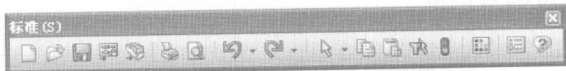

图 1-16 标准工具栏
**1. 工具栏示例** 图 1-16 所示为 SolidWorks 的“标准”工具栏，这个工具栏中包含了使用 Solid-